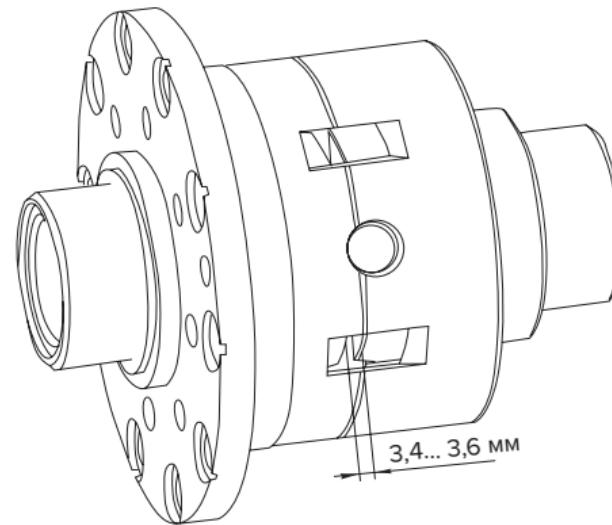

Рис. 3
! ВАЖНО: Чтобы быть уверенным, что ваша новая блокировка будет работать должным образом, необходимо до окончательной сборки произвести замер, как показано на Рис. 3
4. Используя набор плоских щупов, через отверстия крестовины измерьте зазор, как показано на Рис. 3. Зазор между распорными муфтами при установленной блокировке в собранный корпус дифференциала должен составлять от 3,4 до 3,6 мм.